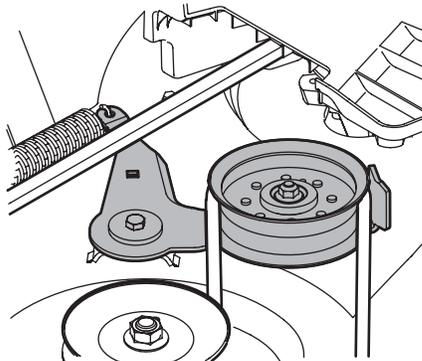

Figure 4-3
8. De la droite du tracteur, insérez une clé à cliquet de 3/8 po sur la droite du tracteur, réglée pour serrer, dans le trou carré sur le support de la poulie de tension. Voir la Figure 4-3.
9. Pivotez la clé vers l'avant pour faire avancer la poulie de transmission du plateau de coupe, Voir la Figure 4-3.